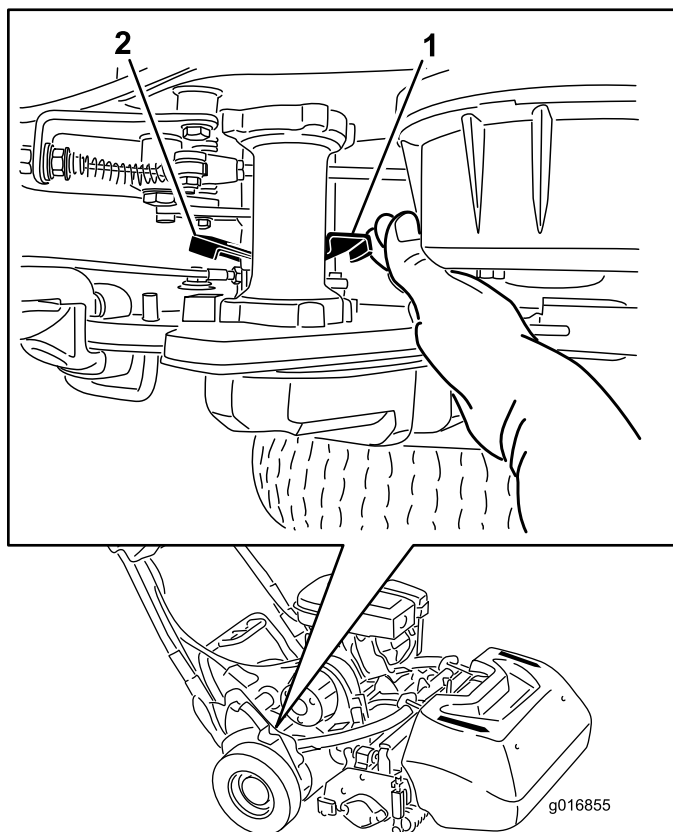

Figure 29
1. Dans l'angle arrière droit de la machine, localisez le levier d'engagement/désengagement de la transmission aux roues, près du tambour d'entraînement (Figure 29).